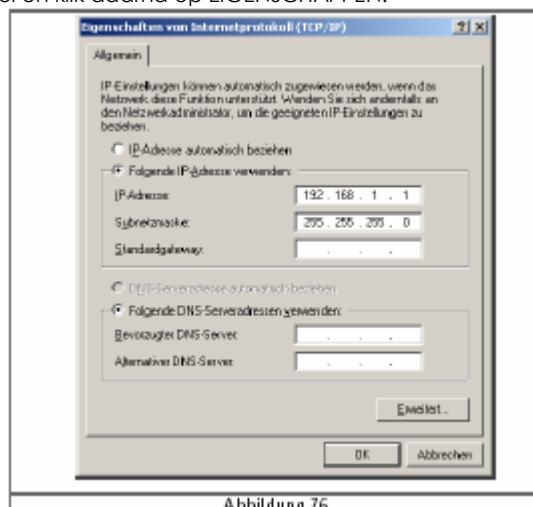

Abbildung 76
- Kies: "volgend IP-adres gebruiken" en vul de waarden in, die u aantreft in afbeelding 76.